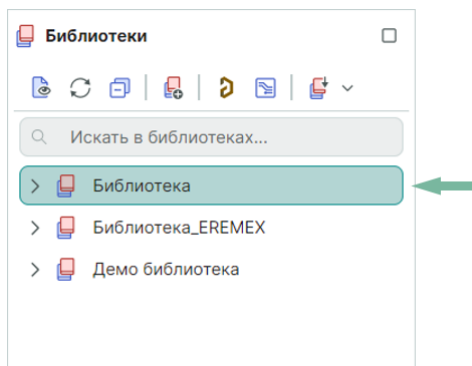

Рис. 29 Отображение импортированной библиотеки
13. В функциональной панели «Библиотеки» отображается импортированная библиотека, см. Рис. 29.